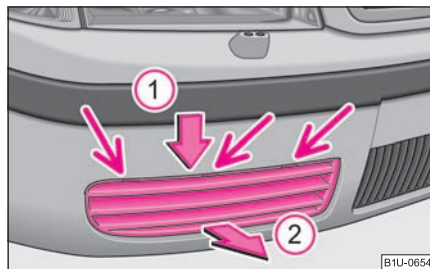

Fig. 173 Bara de protecție față: Grilaj protector pentru inelul de remorcă
Inelul de remorcă din față este sudat în partea dreaptă sub bara de protecție ⇒ fig. 173. Cablul sau bara de tractare trebuie montat numai în acest inel. Grilajul este asigurat cu elemente din plastic în locurile marcate cu săgeți. Demontați grilajul astfel:
- Apucați grilajul în partea de sus. Apăsați-l în sensul indicat de săgeată ① și scoateți-l în sensul indicat de săgeată ② ⇒ fig. 173.